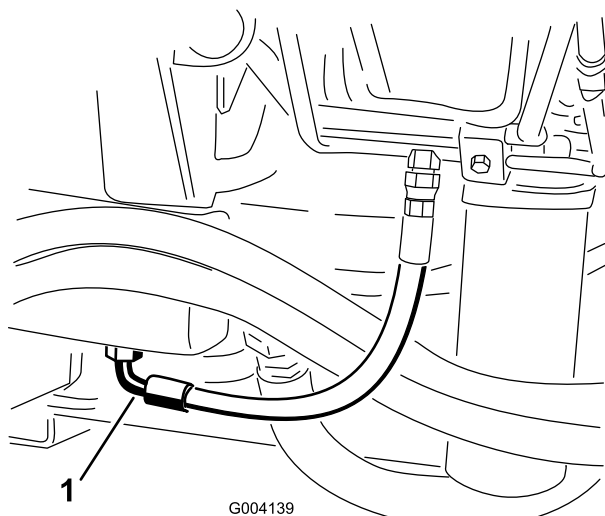

Рисунок 58
- Установите большой сливной поддон под штыкер, расположенный в нижней части бака с гидравлической жидкостью (Рисунок 58).